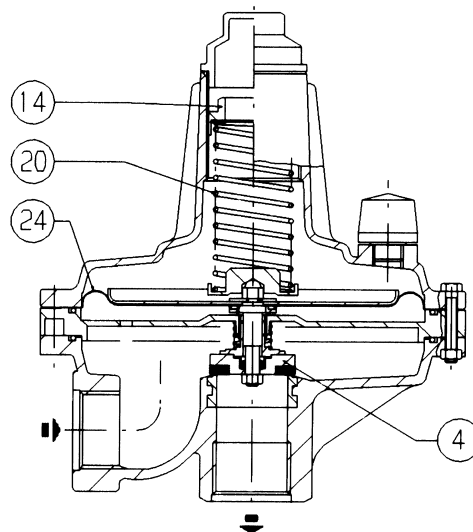

Fig. 4
La soupape d'échappement est un dispositif de sécurité qui relache à l'extérieur une certaine quantité de gaz lorsque la pression à l'endroit où est effectué le contrôle dépasse pression d'étalonnage suite à des circonstances passagères comme par exemple la fermeture de vannes de sectionnement durant un temps très court et/ou une surchauffe du gaz avec un débit demande nul. L'évacuation du gaz à l'extérieur peut par exemple retarder ou éviter l'intervention du dispositif de sécurité pour des causes passagères dues à un endommagement du détendeur. Naturellement, la quantité de gaz évacuée dépend de la grandeur de la surpression par rapport à l'étalonnage. Les différents modèles de soupapes d'échappement disponibles se basent tous sur le même principe de fonctionnement qui est décrit ci-après lorsqu'on parle de la vanne VS/AM 55 (fig. 4).
Natürlich hängt die Menge des abgeblasenen Gases immer davon ab, um wieviel der Überdruck den Einstelldruck überschreitet. Die verschiedenen verfügbaren Abblaseventil-Modelle beruhen alle auf dem gleichen Funktionsprinzip, das nachfolgend anhand des Sicherheitsabblaseventils VS/AM (Abb. 4) erläutert wird. Das Funktionsprinzip beruht auf dem Gleichgewicht zwischen der vom Druck des zu überwachenden Gases stammenden Kraft unter der Membrane 24 und der Kraft der Einstellfeder 20. Bei diesem Gleichgewicht wirken das Gewicht des Stellglieds, die statischen Druckkräfte und die dynamischen Restdruckkräfte auf den Ventilteller 4 ein.
- 3) Das Ansprechen des Sicherheitsabblaseventils überprüfen und gegebenenfalls Einstellung korrigieren. Die Einstellung erfolgt an der inneren Einstellschraube 14 (Abb. 4). Drehen im Uhrzeigersinn erhöht und gegen den Uhrzeigersinn senkt den Auslösewert.